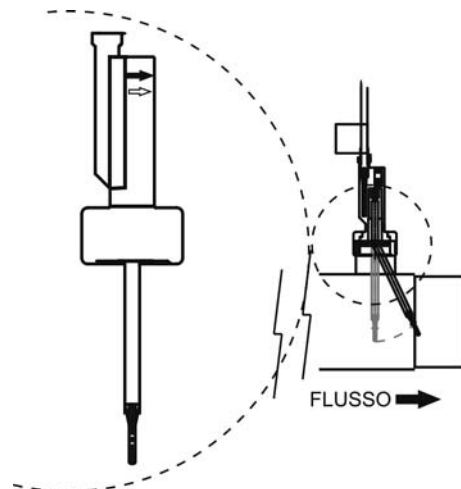

Fig. 11
3. Sulla testa del rivelatore di flusso è segnata una freccia; assicurarsi che quest'ultima sia parallela all'asse della tubazione e sia rivolta nella direzione del flusso d'acqua (Fig. 11).